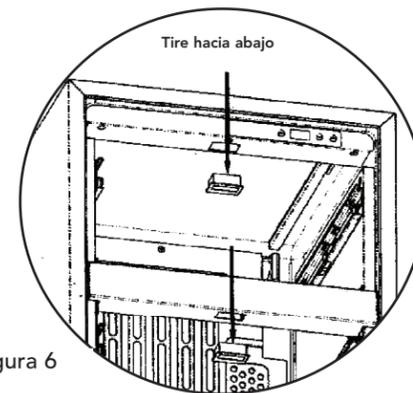

Figura 6
3. Retire las luces gastadas. Utilice 2 destornilladores punta plana fina o espátulas para presionar hacia dentro las lengüetas de cierre del alojamiento de la luz. (Figuras 4 y 5). Con las lengüetas de cierre presionadas, tire hacia abajo (figura 6) del alojamiento de la luz hasta desprenderlo. Desconecte el hilo conductor tirando de él recto hacia fuera para sacarlo del conector. Conecte el hilo conductor a la nueva luz y vuelva a instalar ésta en el alojamiento de metal. La luz sólo entrará en el alojamiento con las lengüetas de posición apuntando a la parte frontal de la unidad.